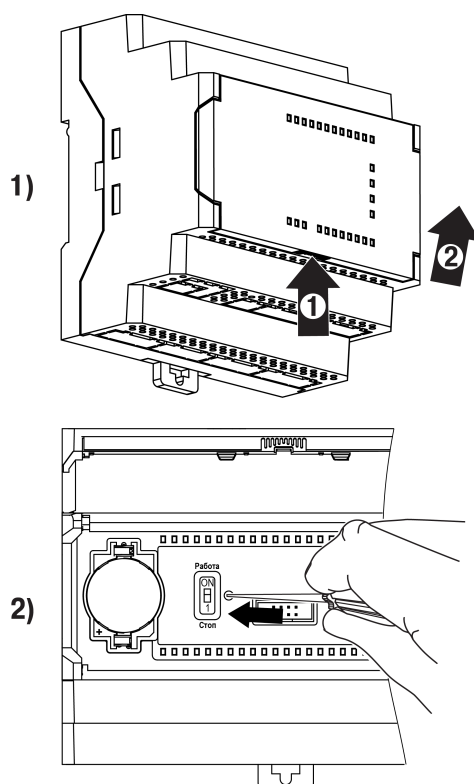

Abb. 4.27 Wiederherstellung der Werkseinstellungen
2. Halten Sie die gerippte Stelle fest (siehe Abb. 4.27, 1, Pfeil 1) und öffnen Sie die Frontabdeckung (Pfeil 2).
3. Halten Sie mit einem dünnen Werkzeug die Servicetaste mindestens 12 Sekunden lang gedrückt (siehe Abb. 4.27, 2).